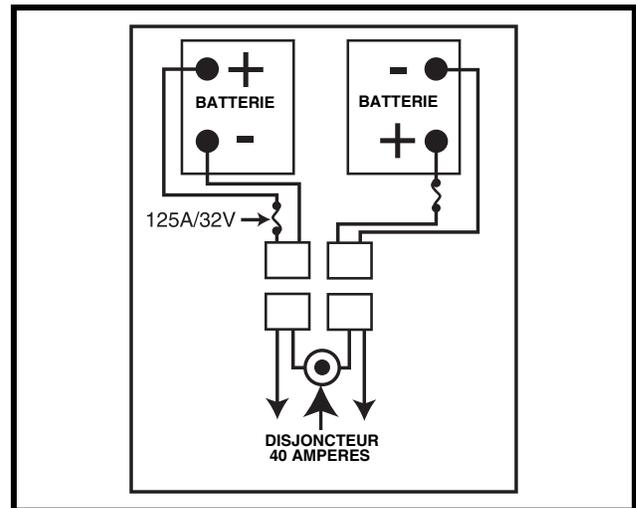

Figure 13. Remplacement des batteries
6. Placez une nouvelle batterie dans chaque puits en prenant soin d'aligner les bornes de la batterie droite près du mât de siège et les bornes de la batterie de gauche loin du mât. **Voir la figure 13.**